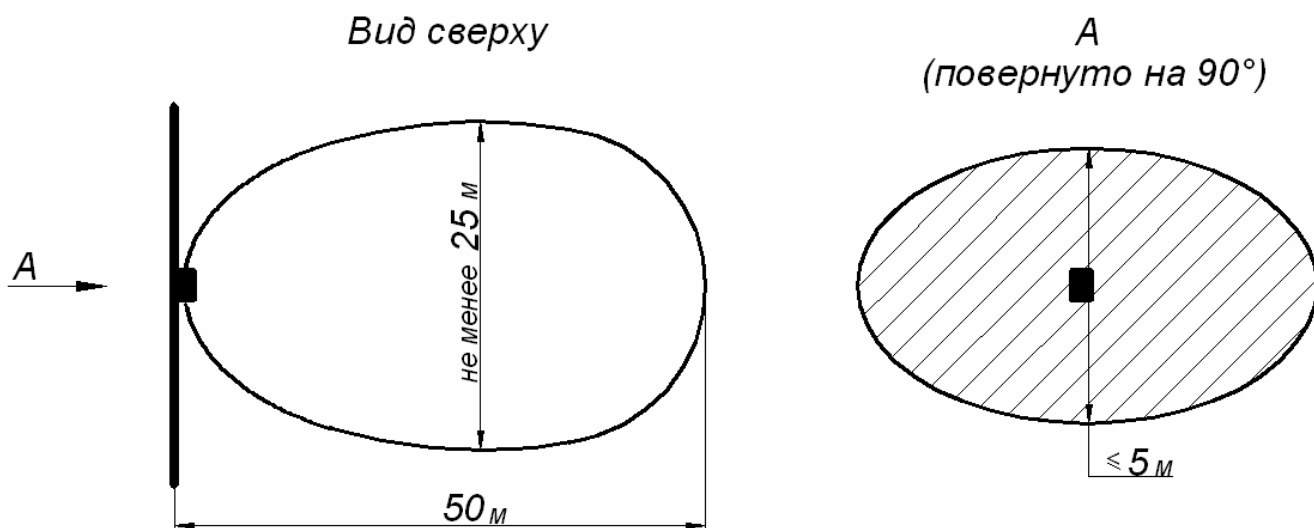

Рисунок 3.2
3.4 Размеры ЗО при установке извещателей (раздел 3.2) по потолку («панорама») см. рис.3.2.